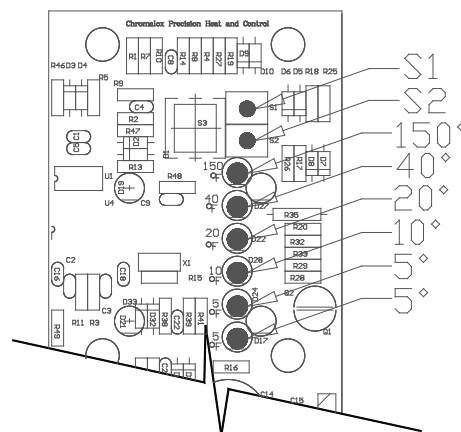

Abbildung 4.1
1. Entfernen Sie die Abdeckung von der Steuerungsseite des Warmhalteschranks und schalten Sie den Schrank ein (ON).
2. Suchen Sie die Drucktasten S1 und S2 an der Rückseite der Steuerung (siehe Abbildung 4.1).